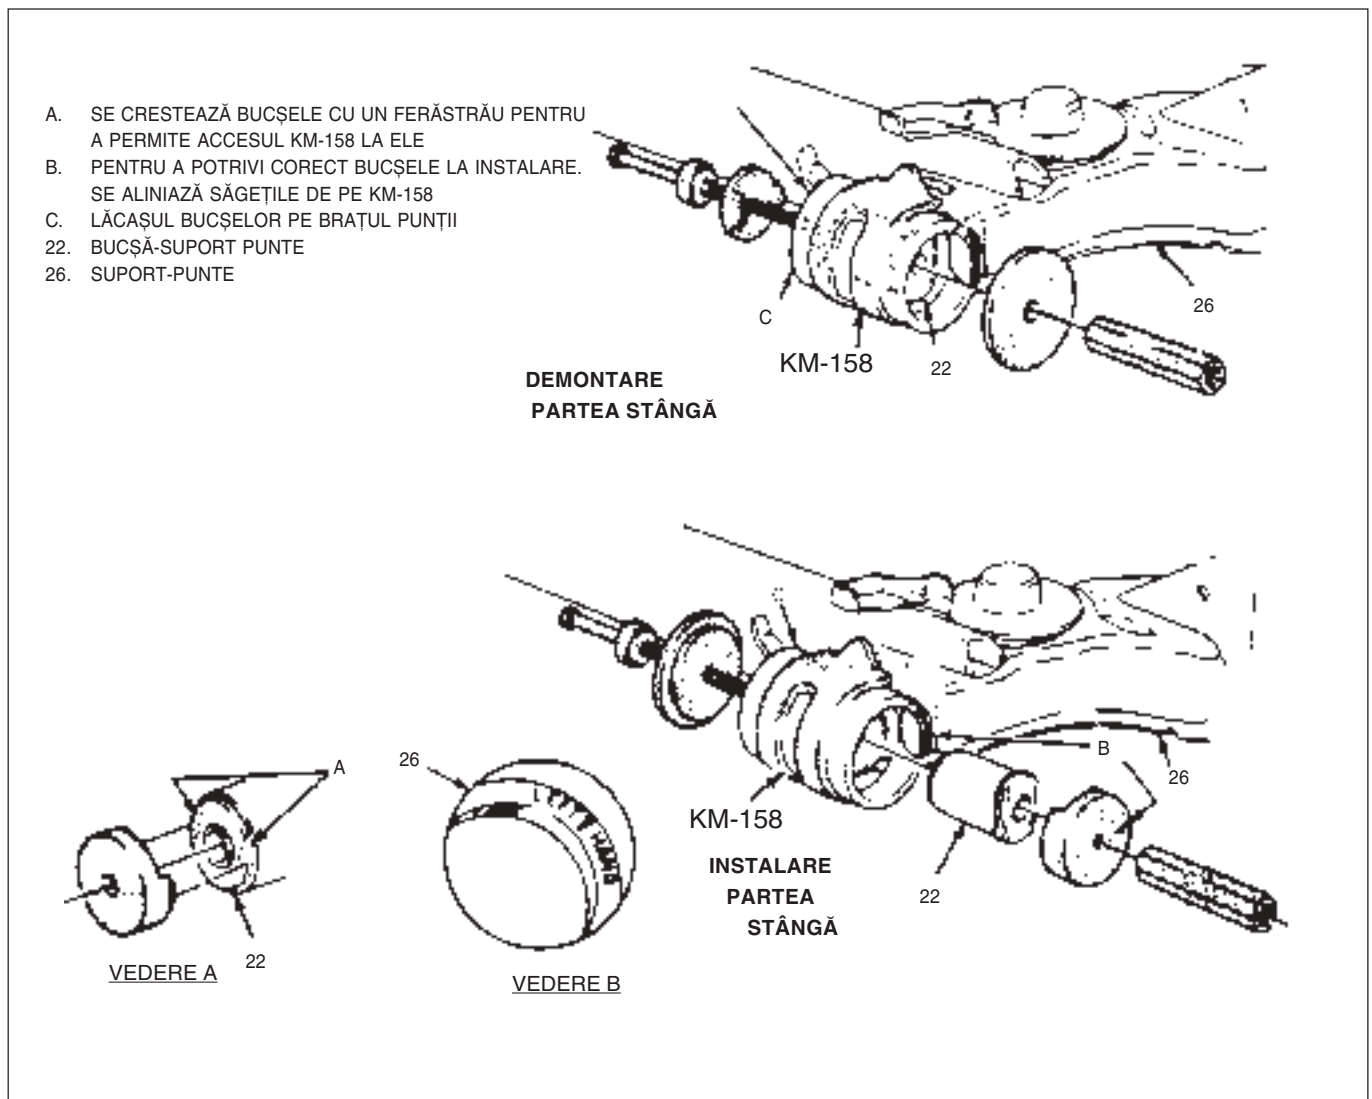

Fig. 4 Demontarea și instalarea bușelor brațului punții
#### ↔ Se demontează sau se deconectează (Fig. 4 și 5)
- Se instalează KM-158 pe brațul punții peste bușă (22).
- Se plasează dispozitivul de demontare KM-158 la locul lui pe bușă (22) și se instalează piulița KM-158 la șurubul KM-158.
- Crestați bușă veche (22) cu un ferăstrău pentru a permite dispozitivului KM-158 să o apuce. Vezi Fig. 4.